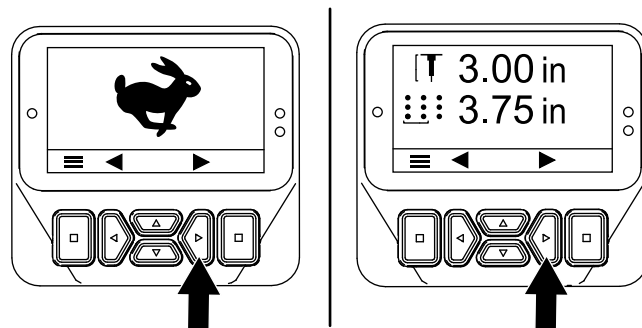
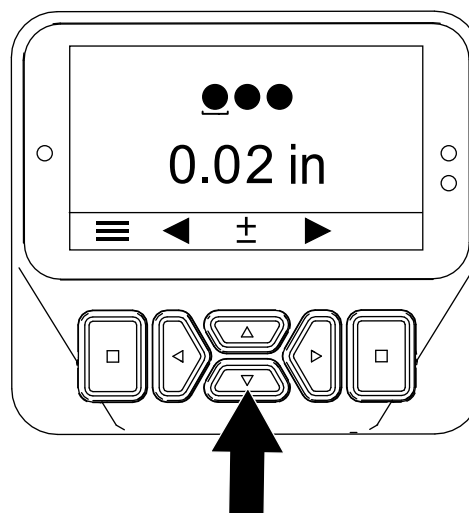

Figura 55
Figura 56
3. Pulse el botón derecho hasta que se muestre la pantalla Setting the Tine Diameter (Ajuste del diámetro de los taladros) (Figura 55 y Figura 56).
4. Ajuste el diámetro de los taladros con los botones arriba y abajo (Figura 56) del siguiente modo: